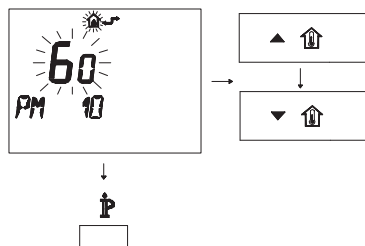

Figura 5.56
- Per modificare il SET programmato agire sui pulsanti ▲⏰ o ▼⏰ e aspettare che il numero programmato cominci a lampeggiare (Figura 5.56).